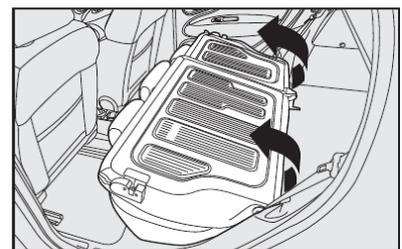

fig. 108
5) Rebatem para a frente o encosto, passando os cintos pelos lados, até que este se apoie sobre o assento traseiro **fig. 108**.